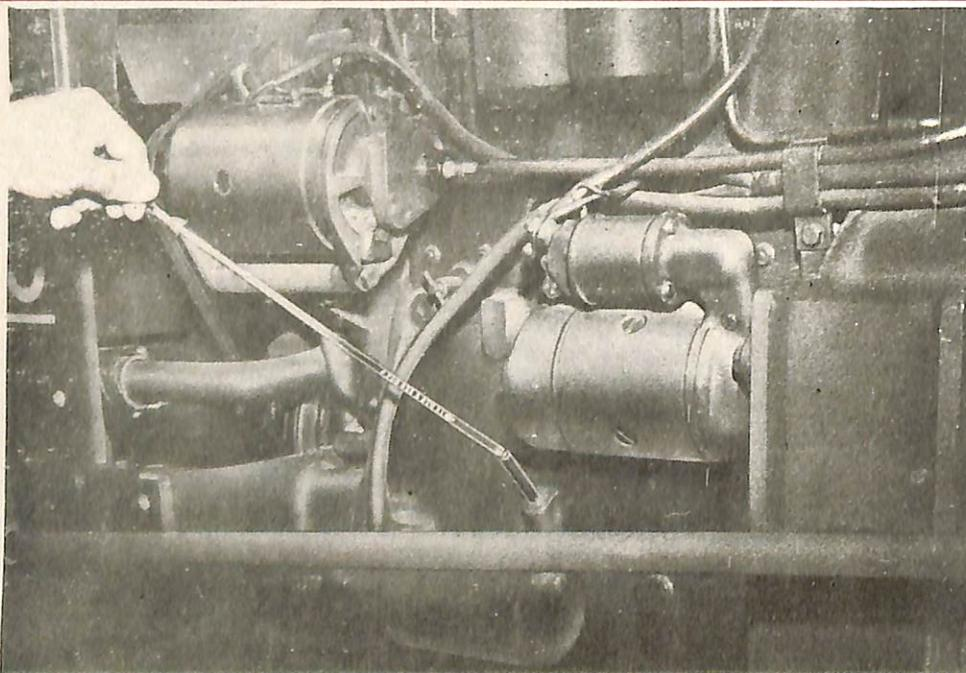

Fig. 1 - Verificação do nível do óleo no motor
- Verificar o nível de óleo do cárter - Os motores consomem diariamente alguma quantidade de óleo que tem de ser repostado. O trator deve estar nivelado e, de preferência, a reposição é feita de manhã, com o trator frio. Não é preciso completar enquanto o nível estiver acima da marca mínimo na vareta. Se forem evitadas desmontagens desnecessárias, é possível atingir o número previsto de horas, sem baixar o nível aquém daquela marca (Fig.1). Na